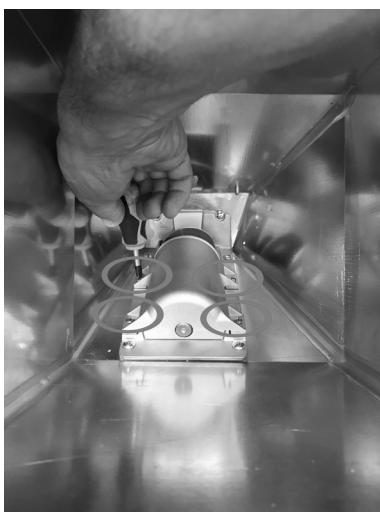

Fig. 71 - Retrait des vis
- Entrer par le réservoir et dévisser les 4 vis de la coque de la vis sans fin (voir **Fig. 71**).